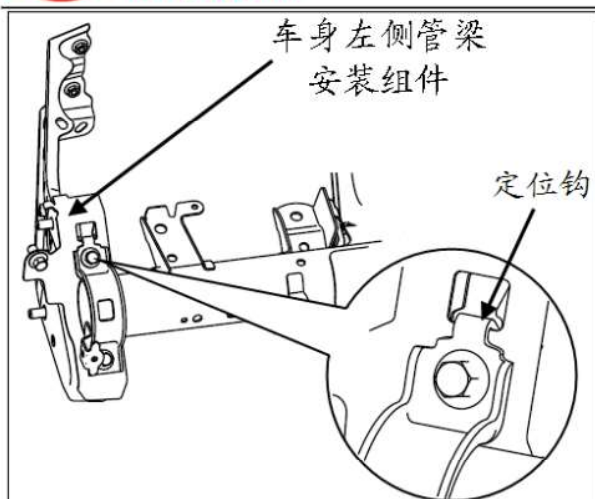
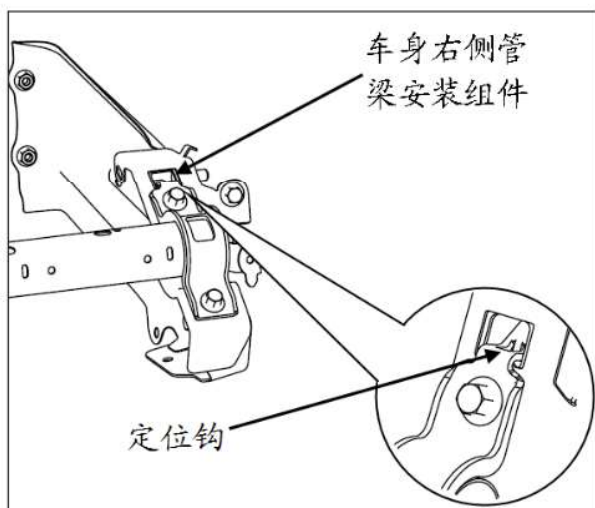

图 1.5.27 仪表台横梁固定支架组件（左）
图 1.5.28 仪表台横梁固定支架组件（右）
- (1) 将管梁总成与车身前舱钣金件的紧固件拆分开, 用六角套筒 (10 号) 将 2 个六角法兰面螺栓 Q1840816 取下。
- (2) 将地毯在仪表板底部的范围掀开, 把管梁总成与车身地板钣金连接的紧固件拆分开, 用六角套 (10 号) 筒将 2 个六角法兰面螺栓 Q1840816 取下。
- (3) 将管梁总成与空调总成拆分开, 用六角套筒 (8 号) 将 1 个六角法兰面螺栓 Q1840616 取下。
- (4) 将管梁总成与车身侧围钣金连接的紧固件拆分开, 用六角套筒 (10 号) 将左右两侧各 2 个六角法兰面螺栓 Q1840816 取下。
- (5) 再次确认转向管柱以及其它相关的电器元件、线束与管梁以及仪表板下本体的连接断开。确认无误后, 将图 1.5.27 中所示的左侧定位钩脱开, 再将图 1.5.28 中所示的右侧定位钩脱开, 即可将管梁以及仪表板下本体将车身上拆下。
- (6) 管梁和线束一起拿下后, 再将线束从管梁上拆下,